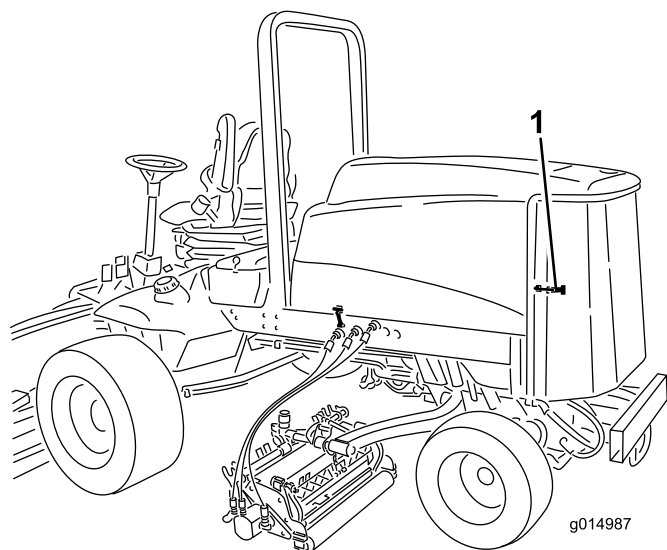

Figura 70
1. Desenganche y abra la rejilla trasera (Figura 70). Limpie a fondo cualquier residuo de la rejilla.